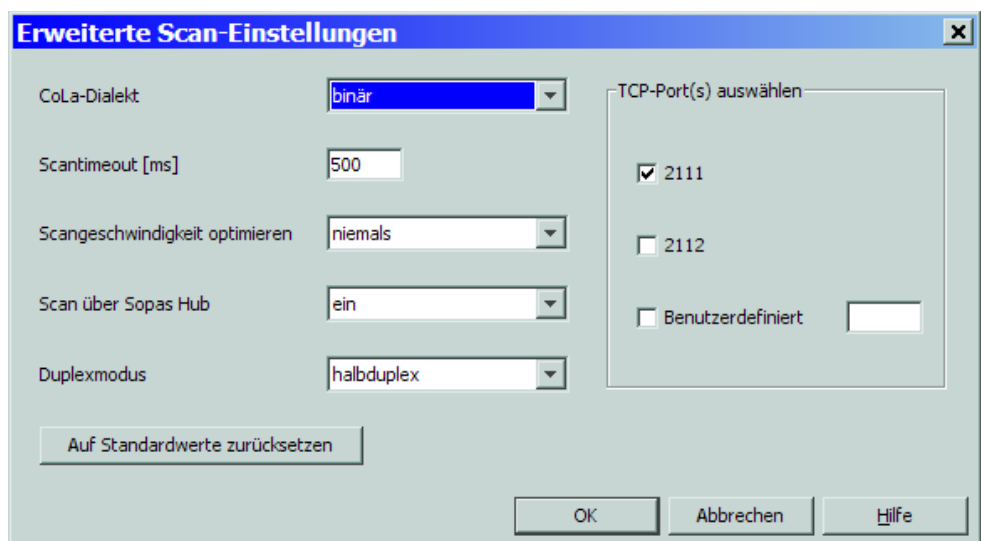

Abb. 4.30: TCP-Port festlegen
- ‡ Die Portadresse „2111“ eingeben und mit „OK“ bestätigen (alle anderen Einstellung sind Werkseinstellungen gemäß **Abb. 4.30**).